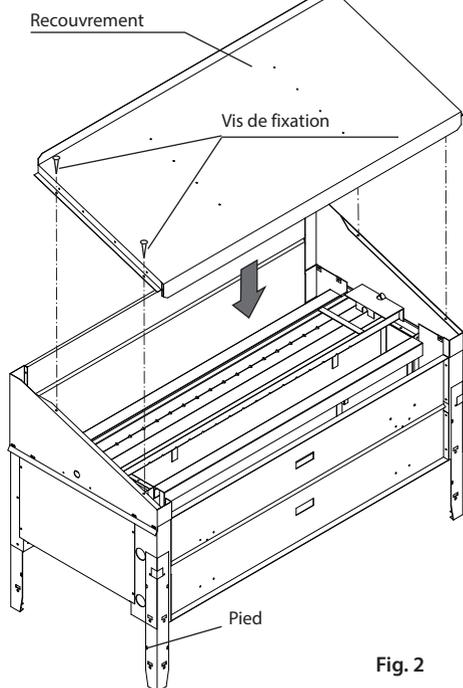

Fig. 2
- Détacher les 4 vis à l'avant du poêle (voir fig. 2).